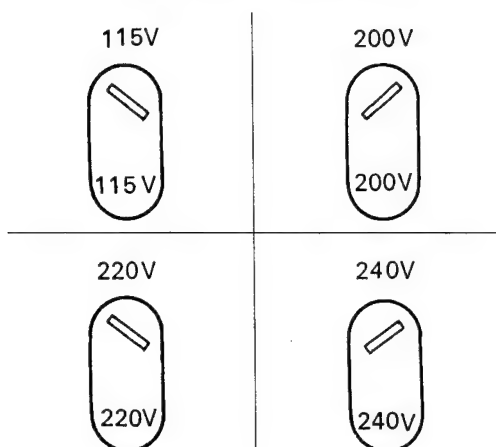

Abb. 2
- 1) Bevor Sie das Gerät in Betrieb nehmen, prüfen Sie die Netzspannung. Falls der Spannungswähler²⁸ eine andere Spannung anzeigt, stellen Sie diesen mit einem kleinen Schraubenzieher auf die Netzspannung ein. Das Gerät ist für 4 verschiedene Spannungen eingerichtet (115V, 200V, 220V und 240V). Abb. 2.